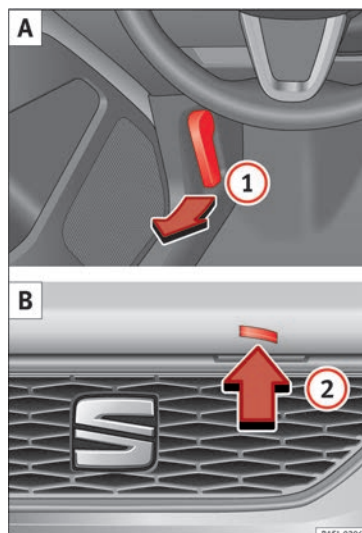

Fig. 8 A: Leva per l'apertura nel vano piedi, sul lato del conducente. B: Leva per l'apertura nel cofano del vano motore.
• Tirare la leva di sbloccaggio ① nella direzione indicata dalla freccia » **fig. 8 A**. Per la reazione della molla, il cofano motore si apre scattando dall'elemento di blocco del corpo portaseratura » **⚠ in Preparativi per lavorare nel vano motore a pag. 200.**
• Sollevare leggermente il cofano del vano motore e contemporaneamente premere la leva per l'apertura ② **B** nel senso indicato dalla freccia per aprire completamente il cofano del vano motore.
• Estrarre l'asta di sostegno del cofano dal suo supporto nel senso indicato dalla freccia ③ **C** e collocarla nell'apposita apertura ④ **D** (freccia).